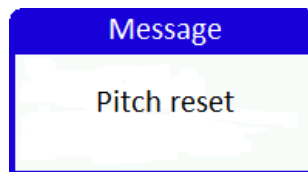

Figura 6: Define o ângulo de pitch.
- pressionar e manter premido o botão *up*, define o ângulo de pitch, ver figura 6,
- premir, e manter premido o botão *up*, para definir o valor necessário de pitch (só no EMSIS PFD), ver *figura 6*,